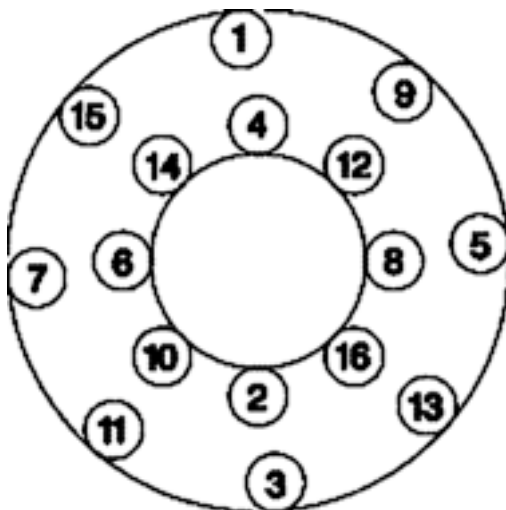

Рис. 17
- 4.6.8 По каждой заменяемой износной пластине следуют порядку затяжки, указанному на рис. 17 для первых 16 винтов. Остальные винты допускается затягивать, следуя любой рациональной схеме крест-накрест. Значения момента затяжки указаны в таблице 11.